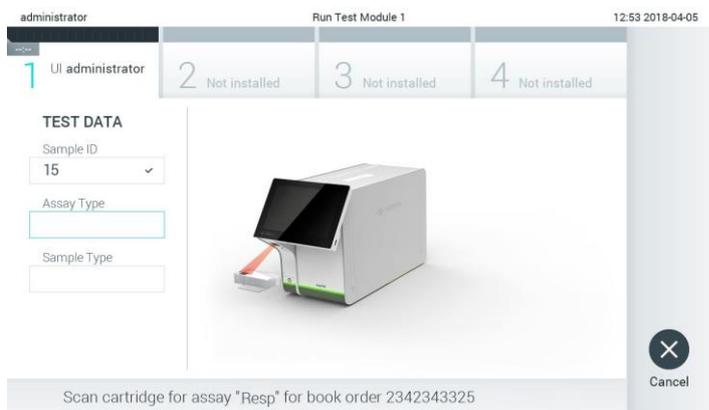

Рис. 71. Сканирование штрих-кода картриджа для тест-системы QIAstat-Dx.
4. Когда заказ на анализ будет получен от хост-системы, отобразится сообщение: «Scan cartridge for assay <assay_name> and book order <order_number>» (Отсканируйте картридж для тест-системы <имя_тест-системы> и заказа <номер_заказа>). Отсканируйте штрих-код указанного картриджа для тест-системы QIAstat-Dx (рис. 71, следующая страница).